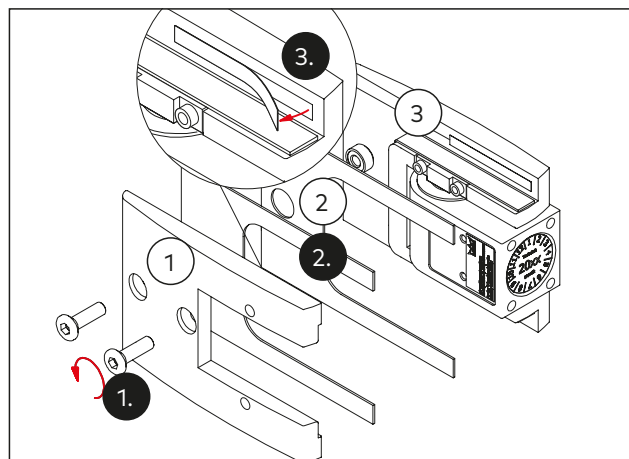

Abb. 21 Vorbereitung des Pendeltürbands
1. Die Gegenplatte (Abb. 21/1) abschrauben.
2. Die passenden Zwischenlagen (Abb. 21/2) nach der Glasdicke auswählen (siehe Tabelle Kapitel 4.1).
3. Die Schutzfolien der Klebestreifen auf der Trage- und der Gegenplatte (Abb. 21/1 und Abb. 21/3) abziehen.